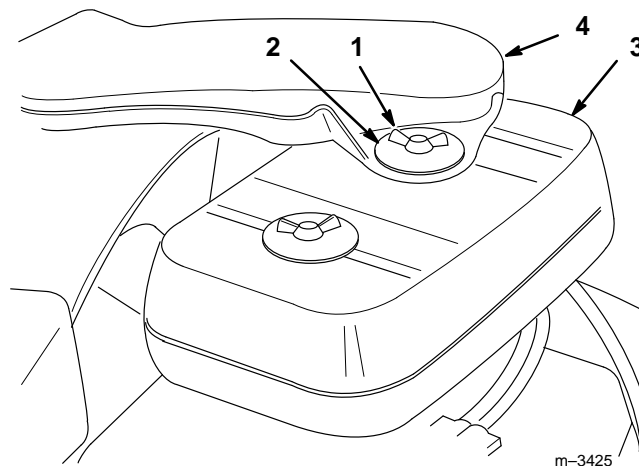

Abbildung 26
3. Den Bereich um den Luftfilter herum reinigen, um zu verhindern, daß Schmutz in den Motor gelangt und Schäden verursacht (Abb. 26).
4. Flügelschrauben, Unterlegscheiben, Lufteinlaßrohr und Luftfilterabdeckung entfernen (Abb. 26).